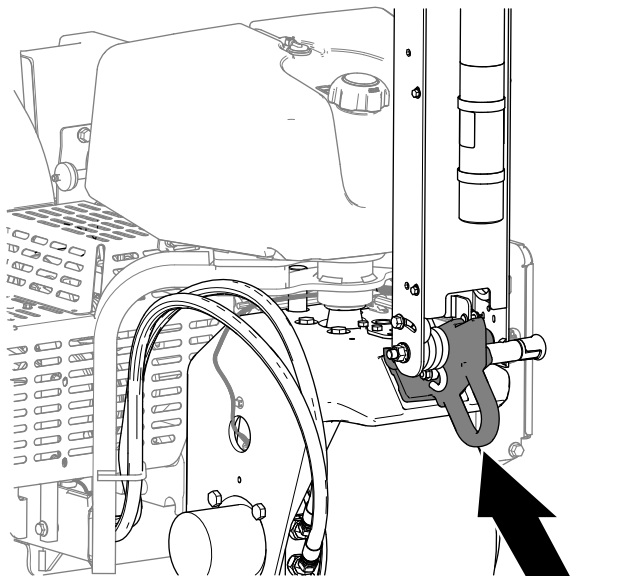

Figura 117
6. Si remolca la máquina, utilice la argolla de amarre delantera (Figura 117).